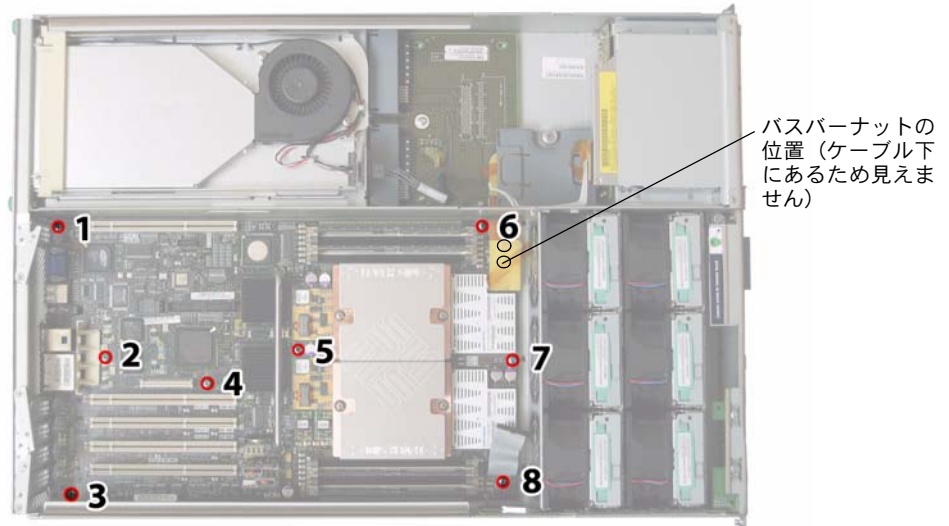

図 4-52 マザーボード固定ネジとバスバーナットの位置
14. マザーボードをシャーシ底面に固定している8本のネジを緩め取り外します。8本のネジの位置については、図4-52を参照してください。
15. 8mmのナットドライバーを使用して、マザーボードの2つのバスバーナットを取り外します。図4-52を参照してください。